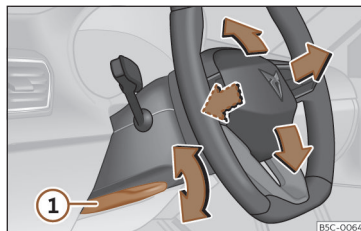

Fig. 83 Alavanca na parte inferior do lado esquerdo da coluna de direção
- Puxe a alavanca >>> **Fig. 83 ①** para baixo, mova o volante até à posição desejada e volte a subir a alavanca até ao ponto de fecho.
- Após ajustar a coluna da direção, empurre firmemente a alavanca >>> **Fig. 83 ①** para cima para que o volante não mude de posição acidentalmente durante o andamento.